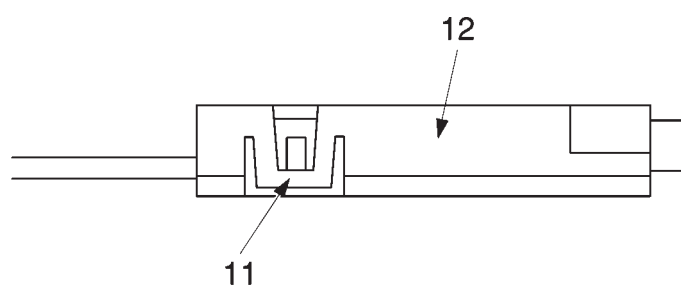

Рис. 6
- Отожмите обе защелки 11 крышки корпуса микровыключателя 12 и снимите корпус микровыключателя 13 (рис. 6 и 7).